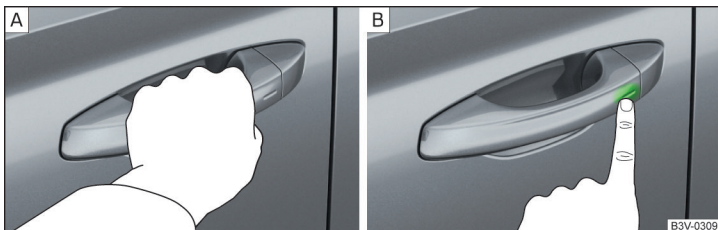

Abb. 50 Fahrzeug entriegeln / Fahrzeug verriegeln
- Den Türgriff greifen, um das Fahrzeug zu **entriegeln** » Abb. 50 - [A].
- Den Sensor am Türgriff mit dem Finger berühren, um das Fahrzeug zu **verriegeln** » Abb. 50 - [B].
- Innerhalb von 5 s den Sensor am Türgriff mit dem Finger berühren » Abb. 50 auf Seite 61 - [B]. Die Deaktivierung wird durch einmaliges Aufblinker der Blinkleuchten bestätigt.